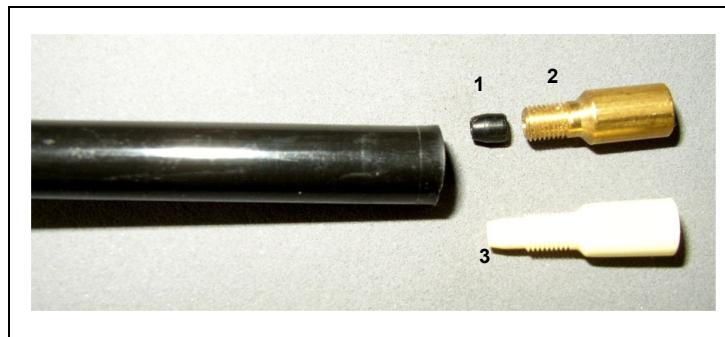

Fig. 81
- 2 Inserte la junta cónica (Fig. Fig. 81/1).